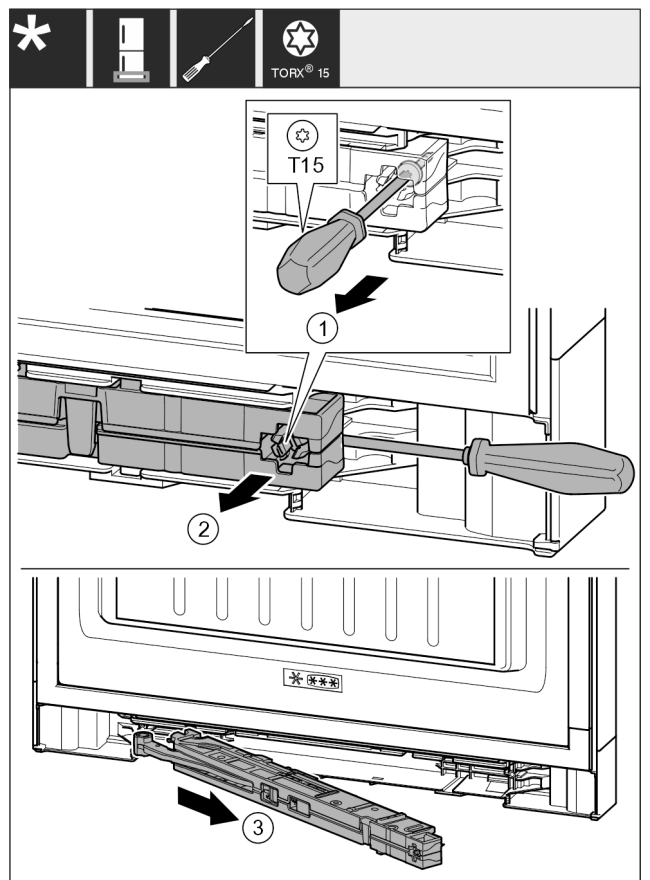

Fig. 16
- Schraube Fig. 16 (1) an Schließdämpfereinheit mit Schraubendreher 14 mm lösen.
- Schließdämpfereinheit Fig. 16 (2) griffseitig mit Schraubendreher nach vorne aushebeln.
- Schließdämpfereinheit Fig. 16 (3) herausziehen.